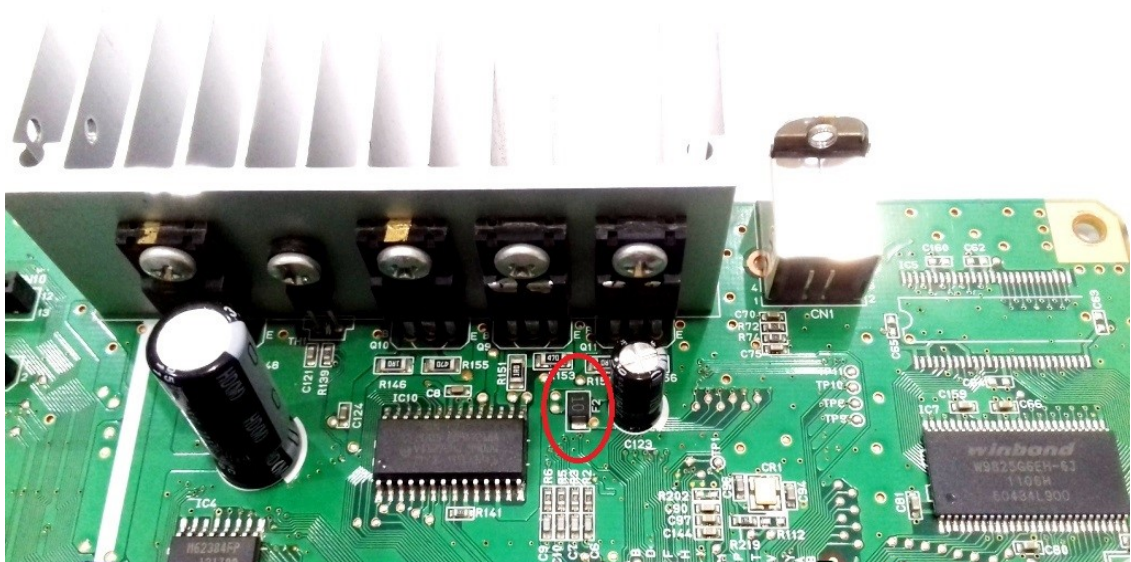

Рисунок 2.25 - Основна плата
5) Материнська плата (див. рис. 2.25). Коротке замикання призводить до виходу з ладу материнської плати, в результаті чого перегорає запобіжник F2. У разі несправності запобіжника його слід замінити.